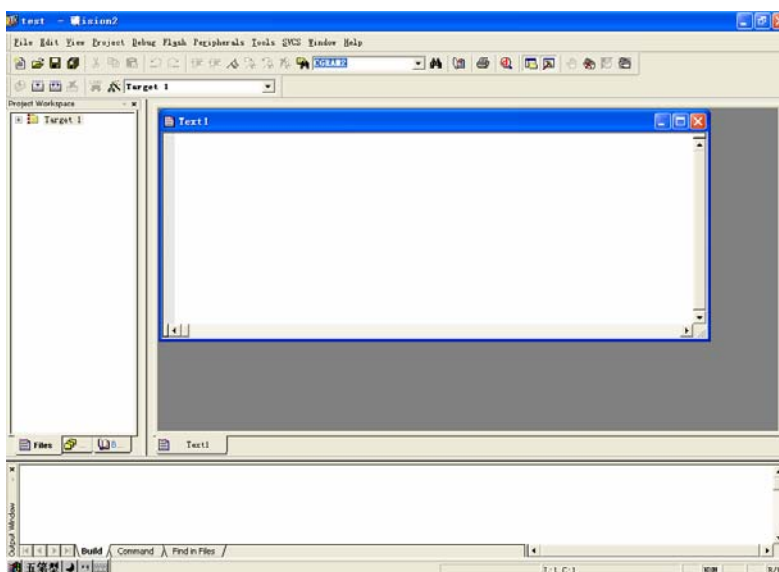

图 3-8
(5) 我们现在来编写第一个程序。点击“File”的下拉菜单中选择“New”的选项如图 3-8 所示。